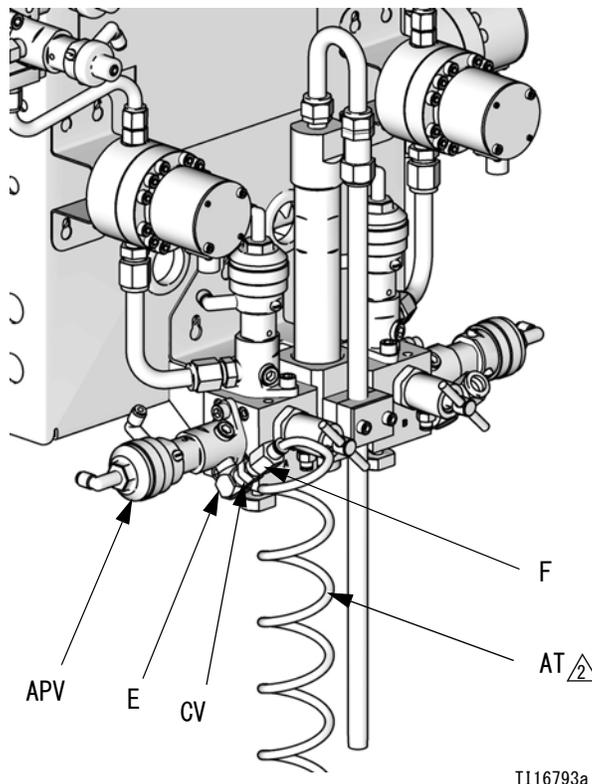

図 5. パージ給気チューブとチェックバルブ
- 図 5 を参照してください。提供されているエルボー (E)、チェックバルブ (CV)、およびチューブ取り付け金具 (F) をエアパージバルブ (APV) のインレットに取り付けます。7.6 m (25 フィート)、6 mm (1/4 インチ) 外径のパージエアチュービング (AT、付属) を使用して、清潔で乾いている給気をエアパージインレットにある取り付け金具に接続します。必要に応じてフィルタ / ドライヤーを取り付けます。